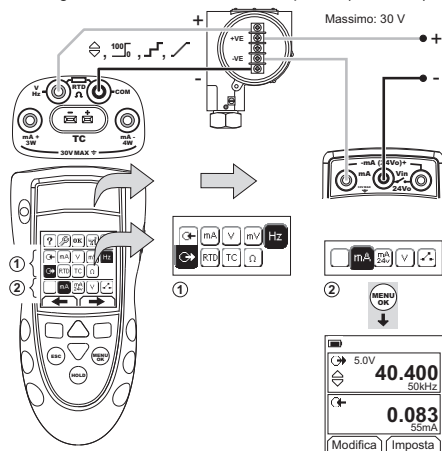

**Figura 9: Esempio di configurazione – per misurare/simulare i valori di temperatura (°C/°F) o mV di una termocoppia**
Collegare i fili della termocoppia al mini-attacco adeguato della termocoppia (Figura 9). La paletta più larga è il negativo. Collegare l'attacco allo strumento.
1. Collegare lo strumento (Figura 9) e, se necessario, modificarne il Setup (Tabella 1).